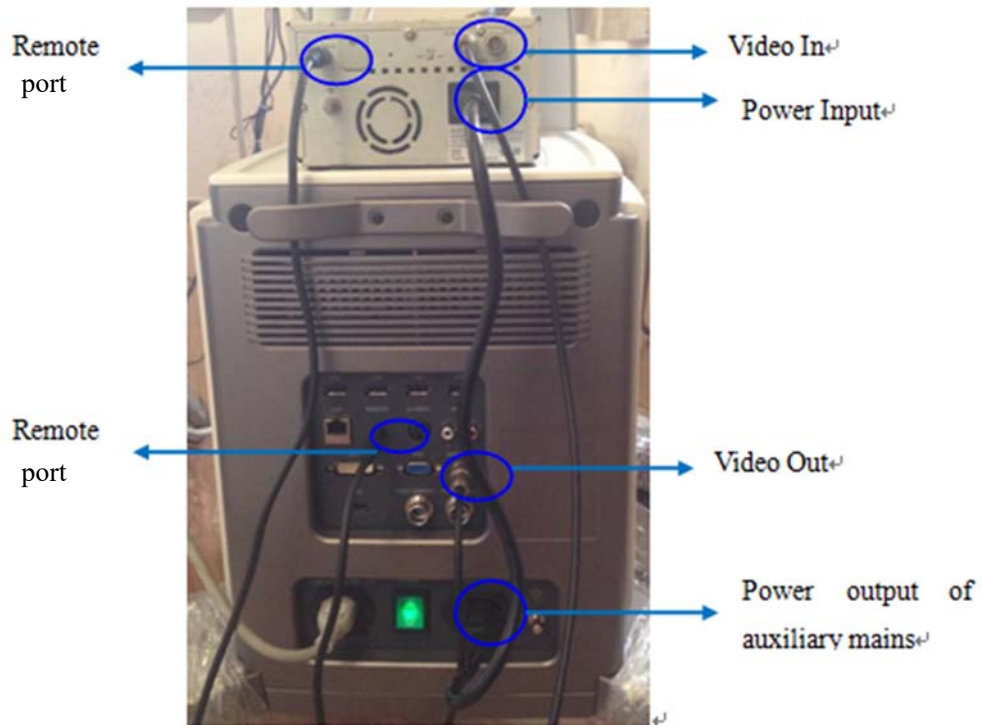

Fig.3-3
- 1) Требуется три кабеля: кабель дистанционного управления, кабель видео сигнала, кабель электропитания. См. рисунок 3-3.
- 2) Соедините кабель дистанционного управления с портом дистанционного управления на задней панели ультразвуковой системы. См. рисунок 3-3.
- 3) Соедините кабель видео сигнала с телевизионным портом ультразвуковой системы. См. рисунок 3-3.
- 4) Соедините кабель электропитания на задней панели ультразвуковой системы. См. рисунок 3-3.